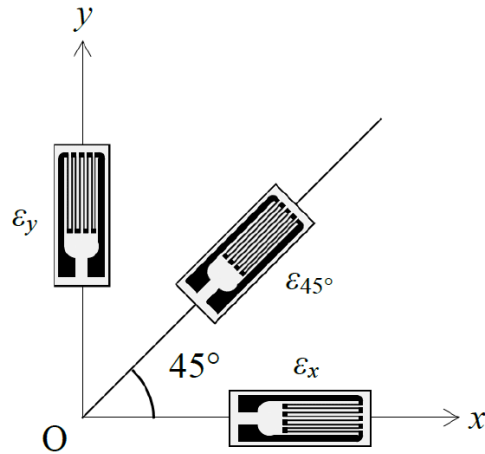

Fig.2 三軸ひずみゲージ模式図
- [2] 板厚が十分に薄い弾性体表面のある点での応力状態を求めるため、図 2 に示すような 45° 傾けた三軸ひずみゲージを貼り付けた。それぞれのひずみゲージから測定した値は $\varepsilon_x=150\mu$, $\varepsilon_y=-50\mu$, $\varepsilon_{45^\circ}=-50\mu$ ($\mu=1.00\times 10^{-6}$) であった。この弾性体の縦弾性定数 $E=91.0$ GPa, ポアソン比 $\nu=0.3$ とし以下の設問に答えよ。ただし、回転方向は反時計回りを正とし、必要であれば $\sqrt{2} = 1.41$ を用いて、有効数字 3 桁 で解答せよ。